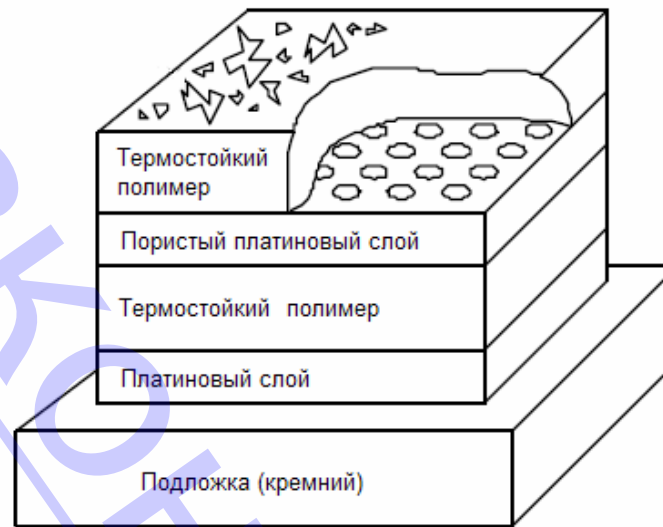

Рисунок 1 – Внутренняя структура ДВ
3.1 По своей структуре датчик влажности представляет собой многослойный чувствительный элемент с чередованием губчатой платины и полимера, нанесенный на подложку из кремния, на которой выполнена схема нормализации и усиления сигнала. (рисунок 1).